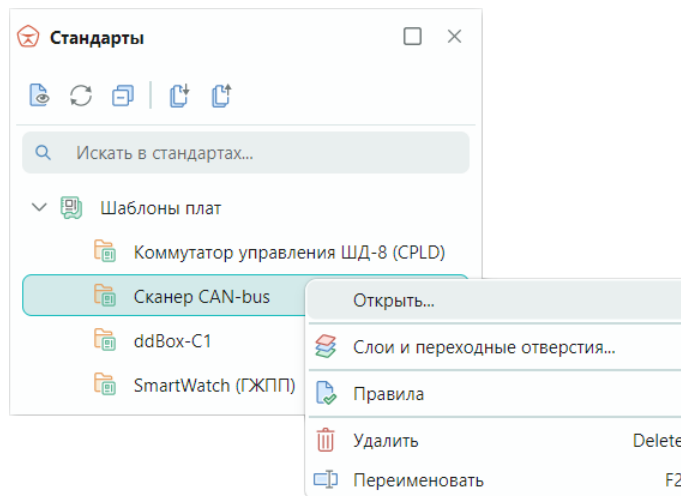

Рис. 153 Вызов редактора шаблона платы
2. Вызовите контекстное меню и выберите команду «Открыть...» или дважды кликните по названию шаблона, см. Рис. 153.